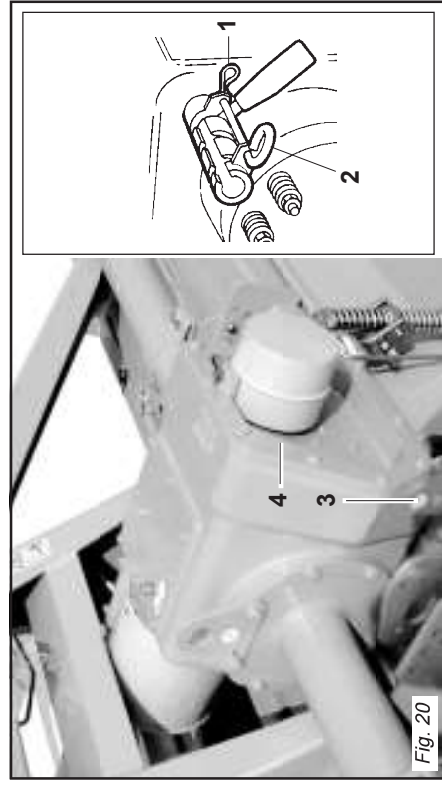

Fig. 20
La zappatrice è equipaggiata di un cambio a leva a tre velocità (Fig. 20) che in relazione alla coppia di ingranaggi posizionati posteriormente può fornire due gamme differenti di valori di rotazione dei rotori portacollati.
Per cambiare velocità è necessario sfilare la coppiglia di sicurezza (1 Fig. 20), rimuovere l'asta (2 Fig. 20) che blocca in posizione la leva delle marce e quindi spostare la leva stessa nella selezione
The machine is equipped with a three-speed lever operated gearbox (Fig. 20) which can supply two different ranges of spinning values for the blade rotors in relation to the pair of gears installed at the rear.
To change the speed, remove the safety split-pin (1 Fig. 20), remove the rod (2 Fig. 20) that locks the gear lever in position and then move the lever itself to the desired position.
La machine est équipée d'une boîte à trois vitesses, avec commande par levier (Fig. 20). Suivant le couple d'engrenages placés à l'arrière, il peut fournir deux gammes différentes de valeurs de rotation des rotors porte-couteaux.
Pour changer de vitesse il faut retirer la goupille de sécurité (1 Fig. 20), déposer la tige (2 Fig. 20) qui bloque le levier de vitesses pour pouvoir le déplacer sur la sélection désirée. Ensuite remonter la
La máquina está equipada con un cambio de palanca de tres velocidades (Fig. 20) que en base al par de engranajes emplazados en posición posterior puede suministrar dos diversas gamas de valores de rotación de los rotores porta-cuchillas.
Para cambiar velocidad es necesario extraer el pasador de seguridad (1 Fig. 20), quitar la varilla (2 Fig. 20) que bloquea en posición la palanca de las marchas y
- scaricare l'olio dalla scatola cambio svitando il tappo inferiore (3 Fig. 20);
- rimuovere il coperchio (4 Fig. 20) con cura per non danneggiare il paraolio posizionato in corrispondenza dell'albero della presa di forza uscente e l'anello OR;
- drain the oil from the gearbox by unscrewing the lower plug (3 Fig. 20);
- remove the cover (4 Fig. 20) with care to prevent damage to the oil seal installed on a level with the output PTO shaft and the OR ring;
- laissez sortir l'huile de la boîte de vitesses après avoir dévissé le bouchon en bas (3 Fig. 20);
- enlevez le couvercle (4 Fig. 20) en faisant attention à ne pas endommager le joint pare-huile qui se trouve au niveau de l'arbre de sortie de la prise de force et le joint d'étanchéité;
- descargar el aceite de la caja de cambios desmontando el tapón inferior (3 Fig. 20).
- quitar la tapa (4 Fig. 20) con cuidado para no dañar el guardadotas emplazado en coincidencia con el eje de la toma de fuerza de salida y el anillo OR.
- Das Öl aus dem Getriebegehäuse ablassen, indem man den unteren Stopfen (3 Abb. 20) abschraubt.
- Den Deckel (4. Abb. 20) sorgfältig abnehmen, um die Öldichtung auf dem austretenden Zapfwellenstummel und den O-Ring nicht zu beschädigen.